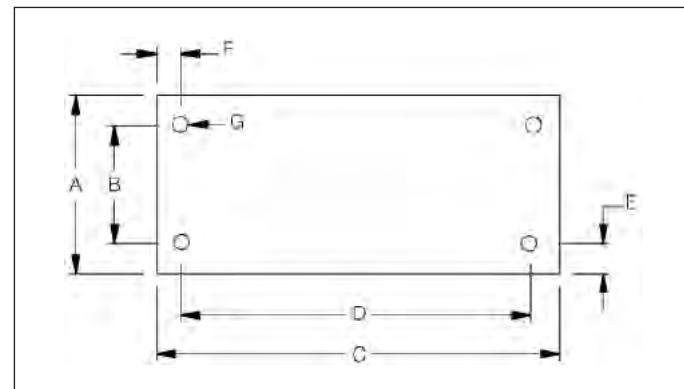

Figuur 2, ZE- en ZW-ontluchtingstinstallatie
4.1 Ontluchtingsdop reservoir (zie figuur 2)